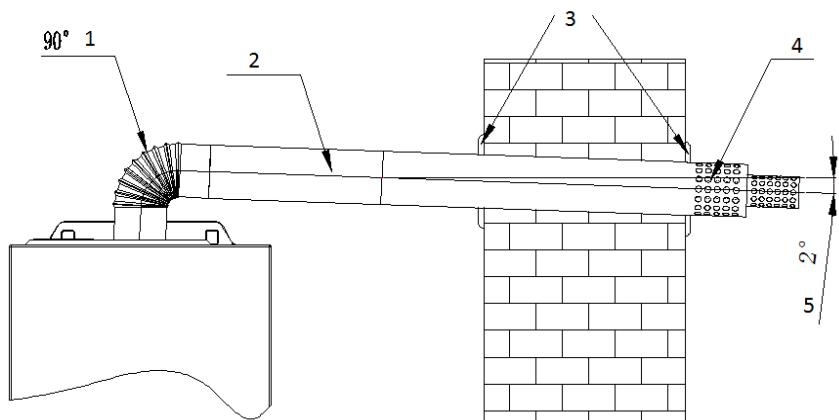

Рис. 11
В зависимости от фактического места установки котла можно столкнуться с ситуацией, когда длины трубы дымоотвода будет недостаточно для монтажа, или же необходим дополнительный поворот на 90°, тогда возможно, основываясь на фактической потребности, заказать удлинение трубы или дополнительные отводы 90°, смотри рис. 11.
**ВНИМАНИЕ:** Общая составная длина (с учетом возможных поворотов на 90°) прямой трубы коаксиального дымо-/воздуховода (считая сразу же от отвода 90° после выхода из котла) не должна превышать 3 м (см. рис. 11), при этом каждый дополнительный отвод 90° равнозначен увеличению длины трубы коаксиального дымо-/воздуховода на 1 м.
Раздельная система дымоходов и воздуховодов диаметром 80мм часто применяется в случаях монтажа, когда невозможно использование коаксиальной системы дымо-/воздуховода типа «труба в трубе» из-за превышения максимально допустимой длины, или при поквартирном отоплении многоэтажных домов в случае необходимости подсоединения к различным вертикальным коллективным (идущим через несколько этажей) каналам дымохода и воздухозабора (см. схемы на рис. 11а).
**ВНИМАНИЕ:** Общая составная длина (с учетом возможных поворотов на 90° и 45°) труб дымохода и воздуховода (считая сразу же от отвода 90° после выхода из котла) **не должна превышать максимальных расстояний, указанных на рис. 11а**, при этом каждый дополнительный отвод 90° равнозначен увеличению длины трубы дымохода или воздуховода на 1 м, а каждый дополнительный отвод 45° равнозначен увеличению длины трубы дымохода или воздуховода на 0,5 м.
Рис. 11а.